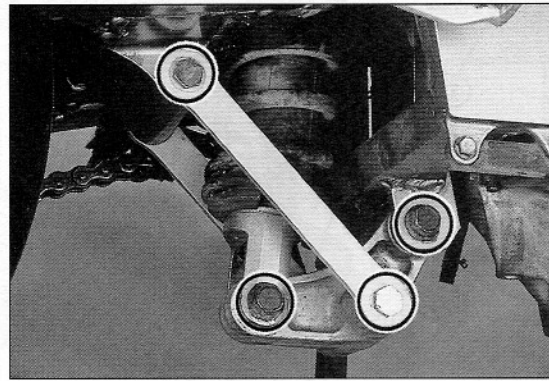

Bild 314
- Links Befestigungsmutter der Bolzen (Bild 314) ausdrehen und Bolzen herausziehen.